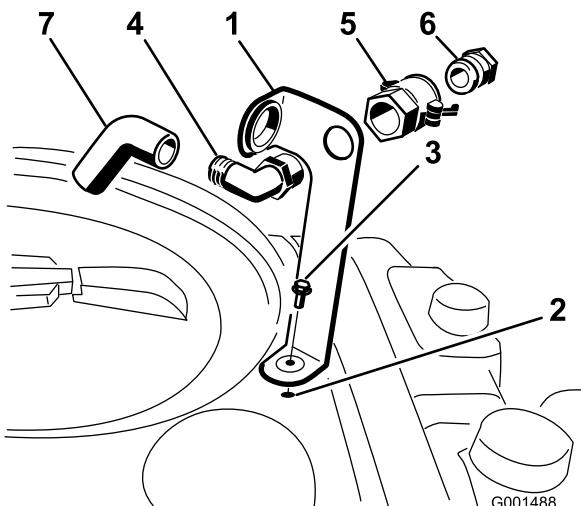

Figura 3
- Coloque el soporte del dispositivo de llenado sobre el taladro roscado del depósito y fíjelo con una tuerca con arandela prensada (5/16 x 3/4 pulgada) (Figura 3).
- Pase el extremo roscado del codo de 90 grados por el soporte y enrosque sobre el mismo el acoplamiento rápido, fijándolo al soporte (Figura 3).
- Instale el adaptador de manguera en el acoplamiento rápido (Figura 3).
- Bloquee el adaptador en su sitio moviendo las palancas hacia el adaptador y luego fíjelas con los pasadores de horquilla (Figura 3).
- Instale la manguera antisifónica a través de la abertura grande del soporte y en el extremo dentado del codo de 90 grados (Figura 3).